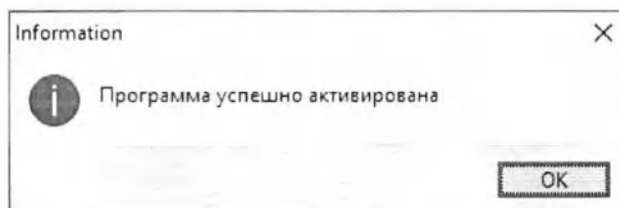

Рисунок 10
7. Введите код активации программы в соответствующее поле в окне активации, нажмите «OK», при успешной активации программы вы увидите сообщение «Программа успешно активирована» (Рисунок 10), нажмите «OK».